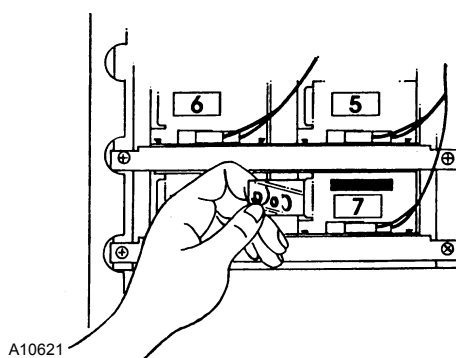

Figura 6. Etiquetas de Identificación de las Selecciones
3. Coloque la etiqueta de Selección en el compartimento proporcionado, como se muestra en la **Figura 6**. Asegúrese de que la etiqueta coincide con el producto que fue cargado en la columna de serpentina.